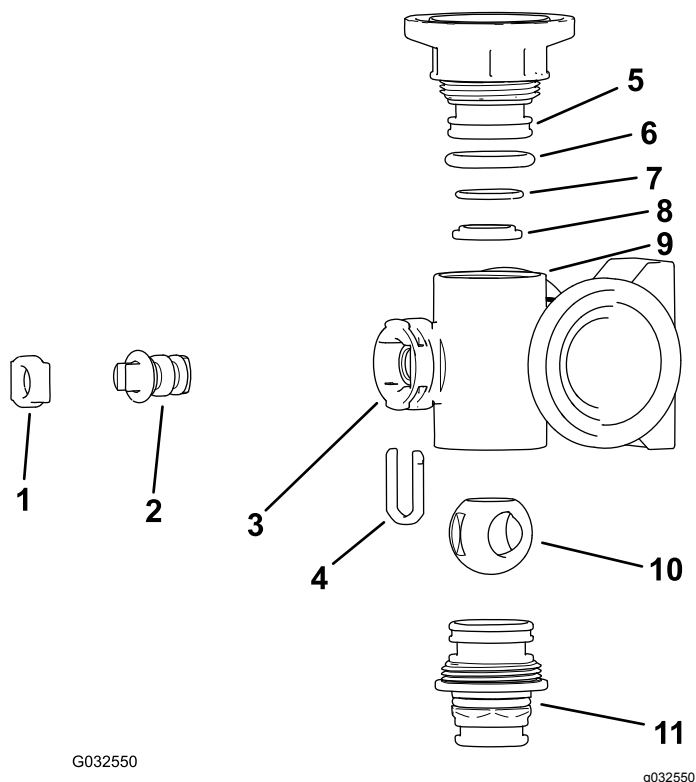
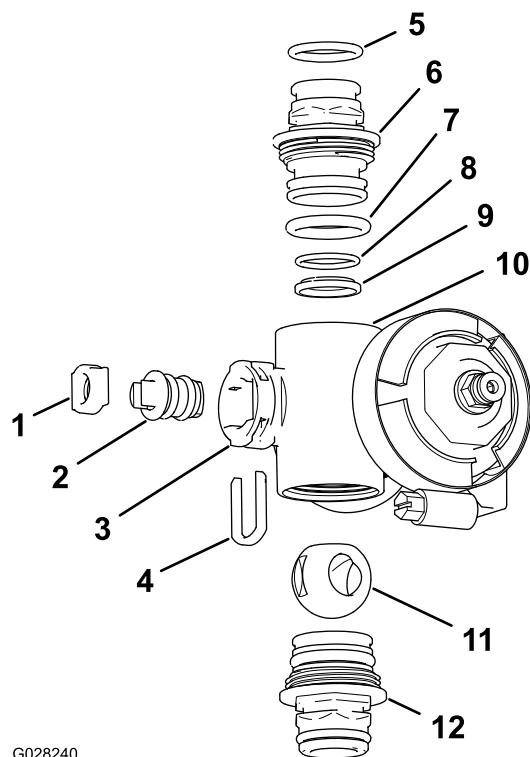

図 108
図 109
2. マニホルドのボディ両端部にあるエンドキャップフィッティングアセンブリとクイックコネクトを取り外す 図 108 と 図 109。
4. マニホルド内部のステムポートのスロットからステムリテーナを取り外す 図 108 と 図 109。
5. マニホルドからステムリテーナとバルブシートを取り外す 図 108 と 図 109。
6. マニホルドボディの中に手を入れてバルブステムアセンブリを取り出す 図 108 と 図 109。
1. 出口フィッティングの Oリング個別ブームバルブマニホルドのみ、エンドキャップの Oリング、バックシートの Oリング、ボールシートそれぞれに傷や過度の摩耗がないか点検する 図 108 と 図 109。
- バルブのステムにグリスを塗り、ステムをバルブステムシートに取り付ける 図 108 と 図 109。
- バルブステムとシートをマニホルドに取り付けてステムリテーナで固定する 図 108 と 図 109。
- バックシートの Oリングとボールシートが相互に整列しており、エンドキャップのフィッティングに適切に収まっていることを確認する 図 108 と 図 109。
- エンドキャップフィッティングアセンブリを、マニホルドボディに取り付け、エンドキャップフィッティングのフランジがバルブボディに接触したら、その位置からさらにバルブを  $\frac{1}{8}$  回転締め付ける 図 108 と 図 109。